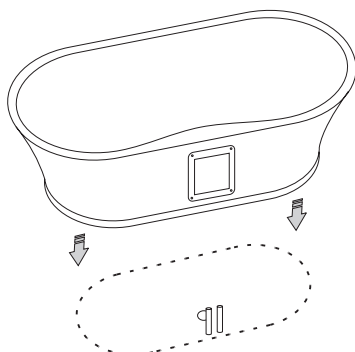

Fig. 3
6. Soigneusement mettre la baignoire sur pied et la déposer dans son emplacement définitif. À l'aide d'un marqueur non permanent, tracer le périmètre inférieur de la baignoire en dessous de la zone du panneau d'accès. Voir la Fig. 3.